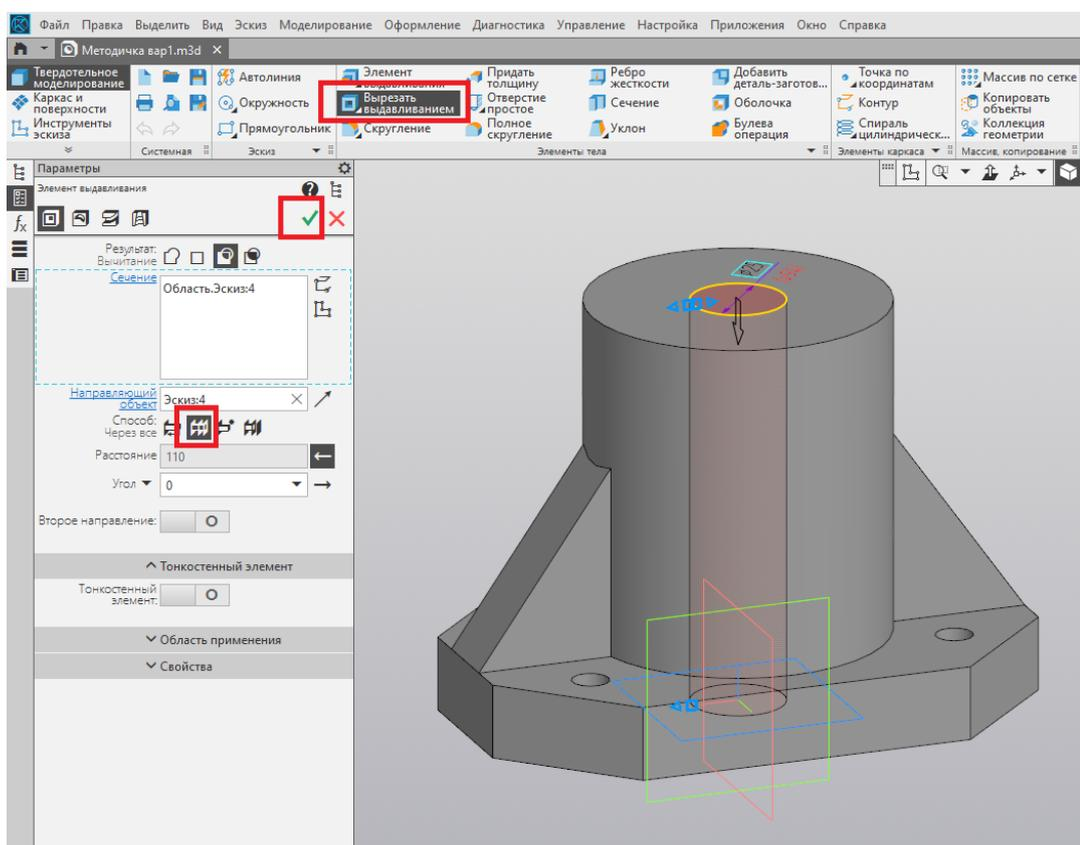

Рис. 26
23. При помощи команды «Вырезать выдавливанием» выполняем сквозное цилиндрическое отверстие (рис. 26).